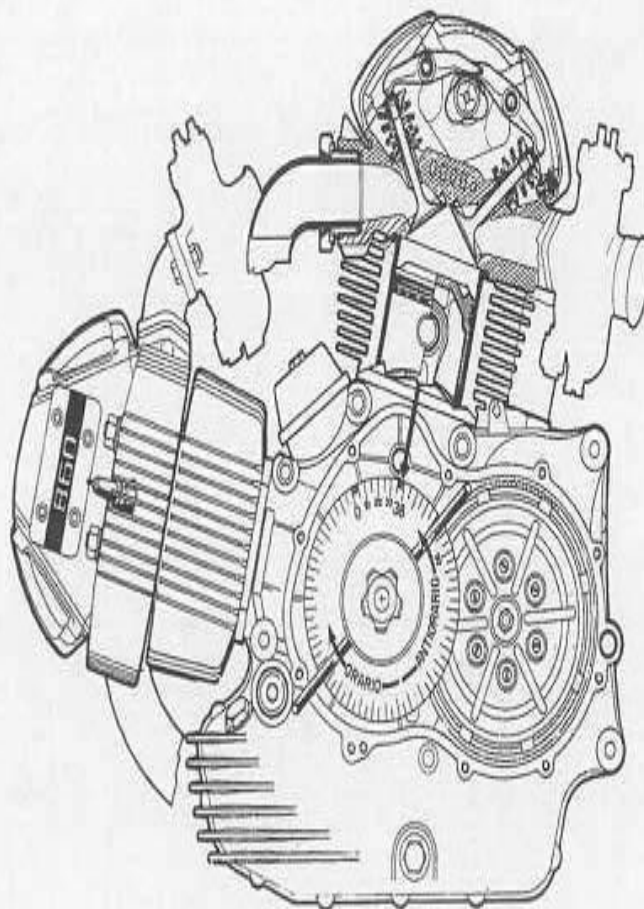

Fig. 126
- 5 - Ruotare lentamente il motore nel senso del moto fermandolo a 35° di anticipo (letti nel disco) vedi fig. 126.
- 5 - Rotate the engine slowly in the direction of its movement stopping it at 35° of advance (reading it on the wheel, see fig. 126).